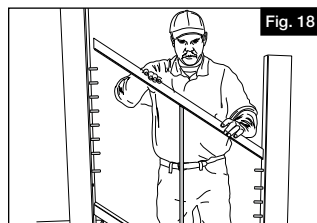
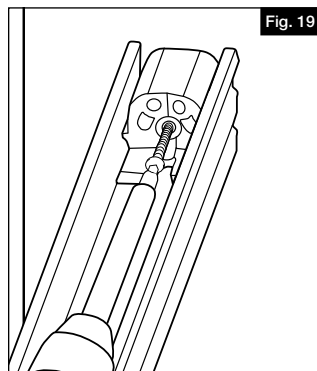

Fig. 18
Fig. 19
- 13.** Positionner le profilé supérieur entre les poteaux pour assurer un alignement correct (Fig. 18). Percer un avant-trou dans le poteau pour la vis du support central au moyen d'un foret de 1/8 po (3,2 mm). Fixer les supports au poteau en enfonçant 3 vis de montage (composant K) dans chaque support, en commençant par le trou de vis du centre (Fig. 19).